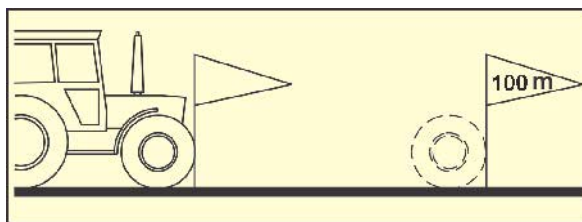

Рис. 10
- Отмерьте на поле контрольный участок (точно 100 м). Промаркируйте начальную и конечную точку контрольного участка (Рис. 10).